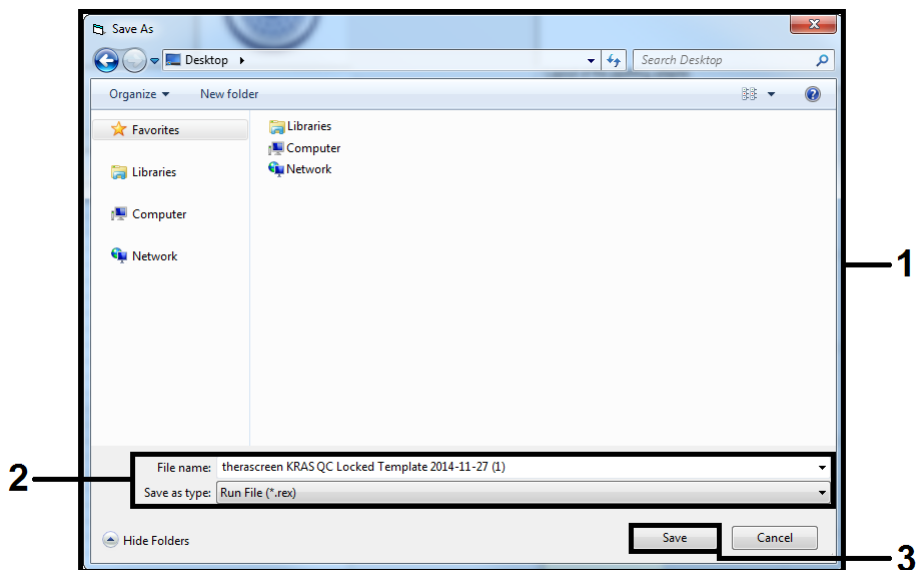

Figura 17. Guardar o ficheiro da execução.
18. Na janela Save As (Guardar como), seleccione um nome de ficheiro apropriado e guarde a execução da PCR como um ficheiro de execução *.rex na localização seleccionada (Figura 17).